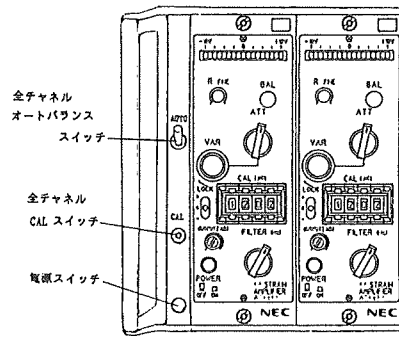

図 5
3、4、6、8チャンネルケースの全チャンネルAUTOスイッチを倒すと全チャンネルオートバランスがとれます(図5参照)。